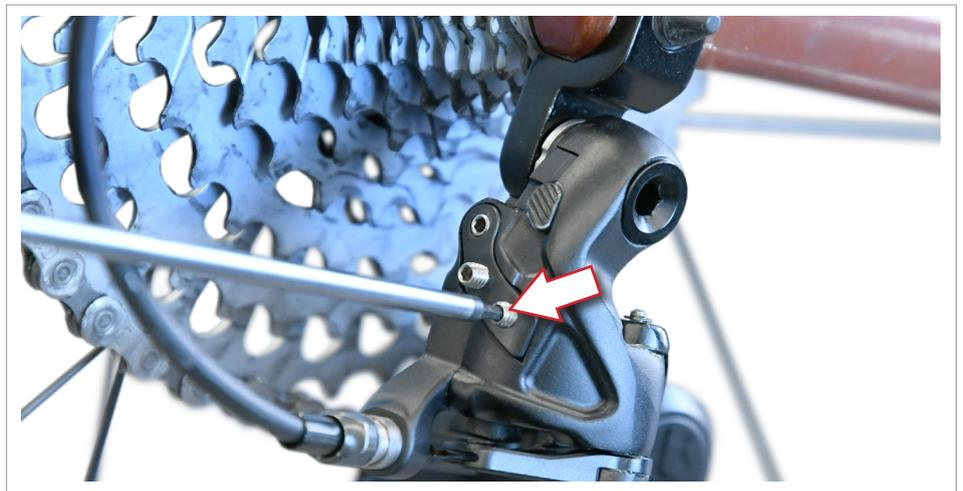

Abb.18
**!** Überprüfen Sie, ob die Schraube (Abb. 18) richtig eingestellt ist: Bei Betätigung des Schaltgriffs des Schaltwerks mit der Kette auf dem größten Ritzel darf der innere Schaltkäfig NICHT mit den Speichen in Berührung kommen.